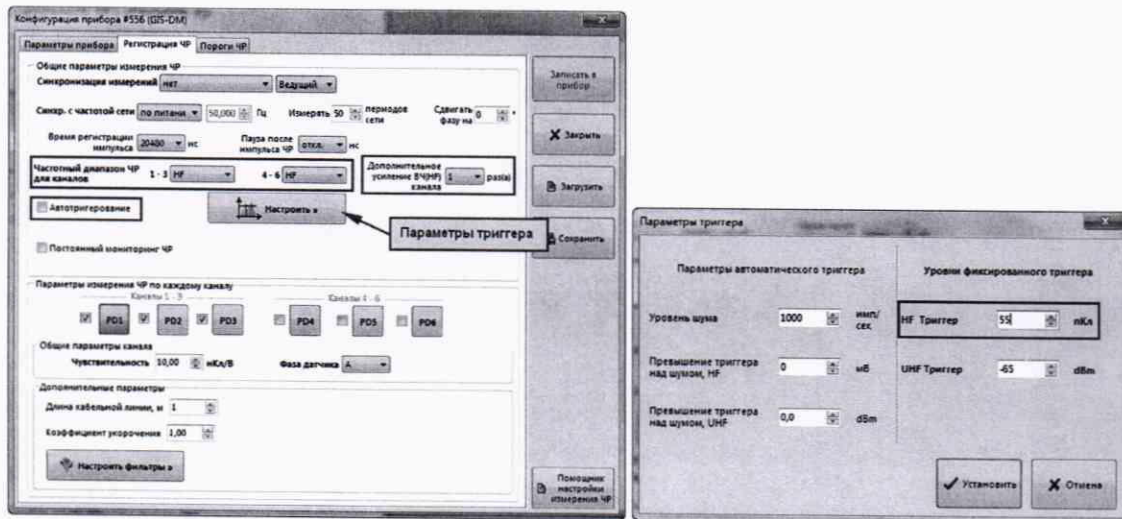

Рисунок 7 Настройки для измерений в диапазоне от 0,1 до 20 МГц (диапазон HF).
**Настройки для измерений в диапазоне от 0,1 до 20 МГц (диапазон HF) (Рисунок 7):**